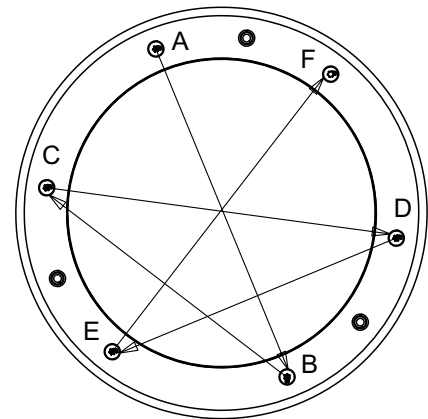

Bild 17: Halteschrauben des Abschlussrings
12. Tragen Sie zum Schutz vor galvanischer Korrosion etwas Fett oder Kupferpaste auf die sechs M6 x 25 Befestigungsschrauben des Abschlussrings des Inground 200 auf und befestigen Sie das Schutzglas und den Abschlussring am Inground 400. Siehe Bild 17. Ziehen Sie die Befestigungsschrauben über Kreuz in mindestens drei Schritten mit 9 Nm Drehmoment fest.